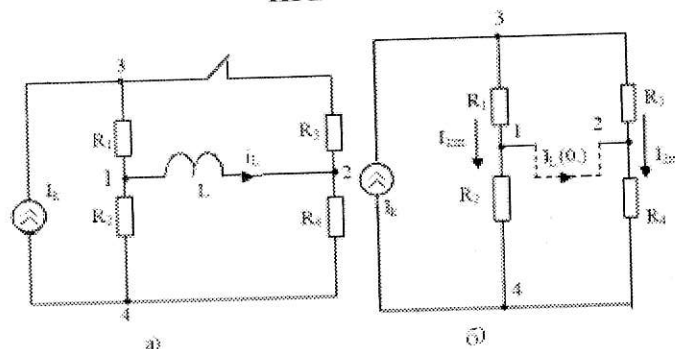

Рис. 2
Дано: в цепи рис.2,а $R_1 = R_2 = R_4 = 30 \text{ Ом}$; $R_3 = 60 \text{ Ом}$; $I_k = 15 \text{ А}$, $L = 0,06 \text{ Гн}$.
Так как $I_k = \text{const}$, докоммутационные токи постоянны, индуктивность эквивалентна короткозамыкающей перемычке (рис.2,б) с током $i_L(0)$.
Для расчета $i_L(0)$ воспользуемся методом эквивалентного генератора, рассматривая индуктивную ветвь как нагрузку активного 2^x -полосника с внешними зажимами "1" и "2" (рис.2,б).
При обрыве индуктивной ветви на рис.2,б (R_1, R_2) и (R_3, R_4) попарно последовательны, токи I_{1xx} и I_{2xx} находим по формуле разброса:
Пусть $\varphi_4 = 0$, тогда для режима холостого хода цепи рис.2,б
Ток в индуктивной ветви рис.2,б
3. Характеристическое уравнение (по комплексному входному сопротивлению относительно индуктивной ветви схемы рис.2,а при разомкнутом ключе) имеет вид: